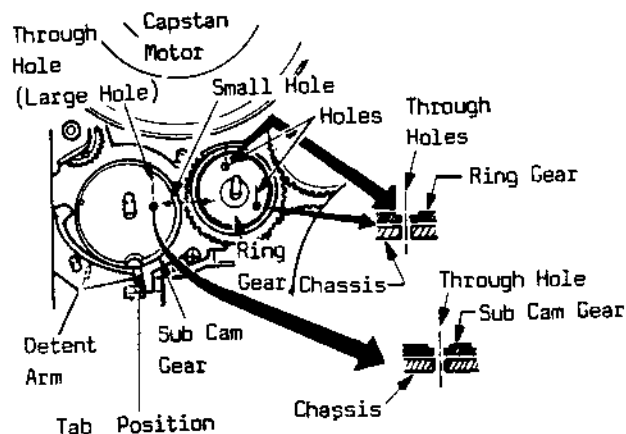

Fig.4-3
- Das Kranzfahrrad Pos. 120(2) so montieren, daß das Loch im Kranzfahrrad genau auf einer Linie mit dem Loch im Chassis liegt, siehe Fig. 4-3.
- Das untere Nockenfahrads Pos. 112 (2) so montieren, daß das Loch im unteren Nockenfahrads genau auf einer Linie mit dem Loch im Chassis liegt und das kleine Loch (das sich gerade außerhalb des großen Lochs befindet) des unteren Nockenfahrads genau auf einer Linie mit dem Loch im Kranzfahrrad liegt.
- Den Arretierarm Pos. 110(2) montieren.